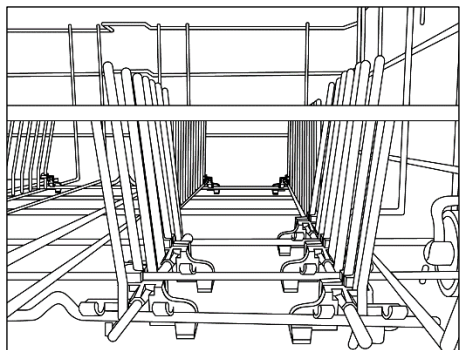
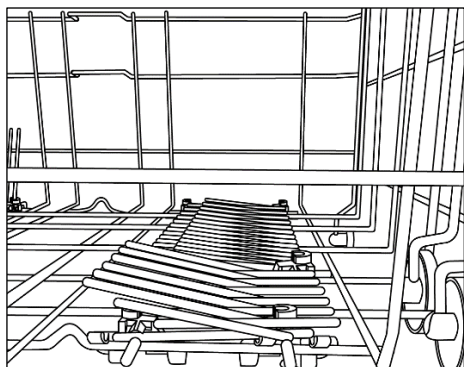

Fig. 2
Fig. 3
- A máquina de lavar dispõe de um tubo de ligação roscado de 3/4" (fig. 2).
• BLOQUEIO DE ÁGUA (fig. 3)
2. Em seguida, liberte-o na posição correcta (fig. 2).
N.B.: NUNCA LEVANTE OU BAIXE O CESTO APENAS A PARTIR DE UM LADO (fig. 3).
Suportes dobráveis (fig.2 e fig.3) podem ser fornecidos no cesto inferior para aumentar a estabilidade da loiça. Os suportes podem ser elevados ou baixados para acomodar tamanhos e/ou formas não padrão para máxima flexibilidade.
- Para maior facilidade de limpeza, o recipiente central pode ser retirado (fig. 2).
- Remova o crivo (fig. 3) e lave todo o conjunto debaixo de um jacto de água limpa. Se necessário, poderá servir-se de uma escova pequena para limpar melhor o filtro.